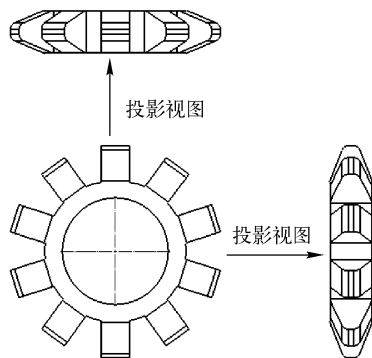

图12-10 投影视图
投影视图是通过从正交方向对现有视图投影生成的视图,如图12-10所示。生成投影视图的操作步骤如下。
1) 在工程图中选择一个要投影的工程视图(打开的工程图如图12-10所示)。